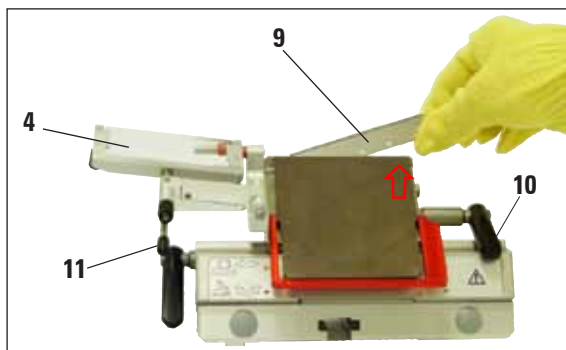

Fig. 3
1. Vipp stabiliseringssystemet (4) mot venstre – mens du gjør det, holder du i spaken (11) (ikke justeringsskruen for stabiliseringssystemet) slik at høyden på stabiliseringssystemet forblir uendret (fig. 3).
2. Åpne klemhåndtaket (10) ved å dreie det mot klokken (fig. 3).
3. Sett forsiktig inn bladet (9) ovenfra eller fra siden mellom trykkplaten og innsatsen for lavprofilblader. Sørg for at bladet er satt inn slik at det er midtstilt og ligger jevnt langs kanten (se rød pil i fig. 3).